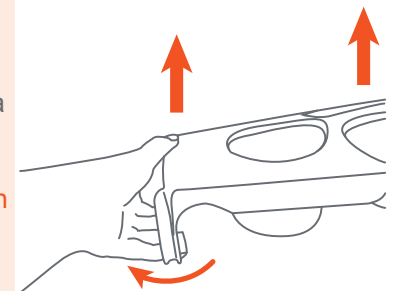

Fig. 6b
- To remove the child tray:** Pull the side tabs of the child tray away from the wagon frame and lift up to remove (Fig. 6b).
- Para quitar la bandeja para niños:** Tire de las pestañas laterales de la bandeja para niños para separarlas del marco del vagón y levántelas para quitarlas (Fig. 6b).